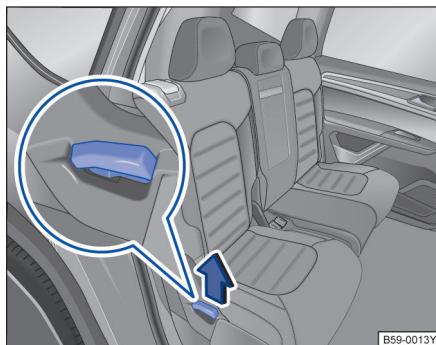

图 84 第二排座椅。将后座椅向前翻折。
- 将物品从后座椅前后的脚部空间移除→①。
- 将锁止把手→图 84 往上拉起并将后座椅靠背向前翻折。整个后座椅往前翻折→▲